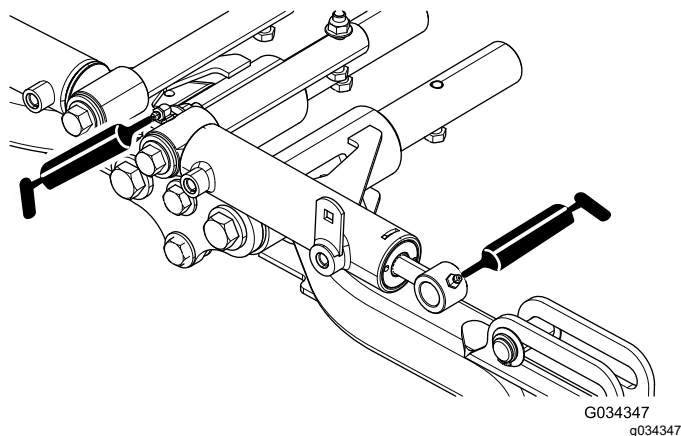

Figura 57
- Pivotes y cilindros de elevación de los brazos de elevación delanteros (3 en cada); consulte Figura 57.